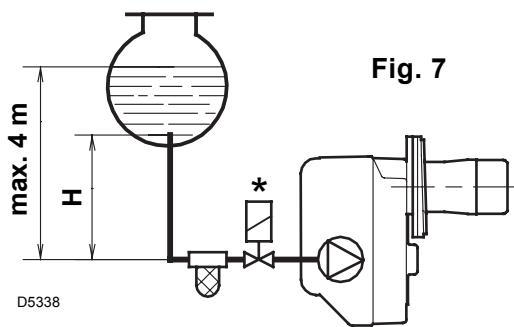
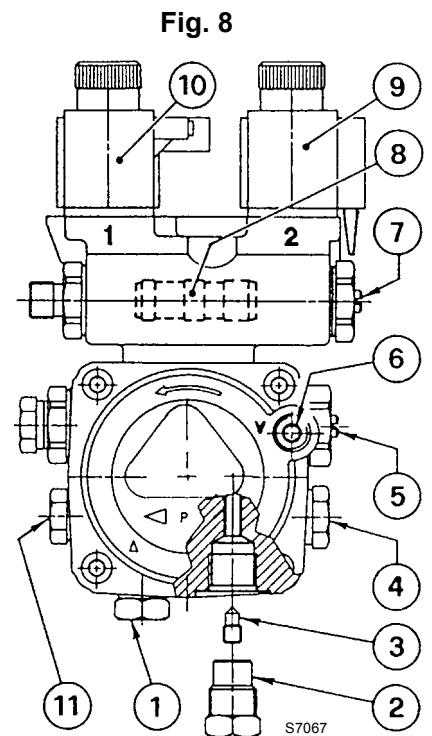

Fig. 7
Fig. 8
- De pomp is voorzien voor een installatie met twee leidingen. Draai bij één leiding de moer van de terugloopleiding (2) los, verwijder de by-pass schroef (3) en draai de dop (2) opnieuw aan, (zie fig. 8).
Bij een installatie zoals in fig. 7, de vacuümmeteraansluiting (6, fig. 8) losdraaien tot er brandstof ontsnapt.